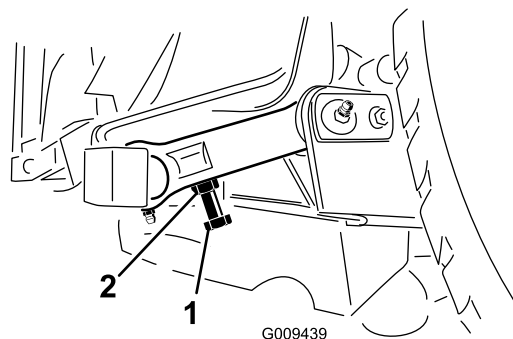

Figura 28
3. Para ajustar a distância, localize o parafuso de ajuste existente na ligação articulada posterior da plataforma do cortador (Figura 28).